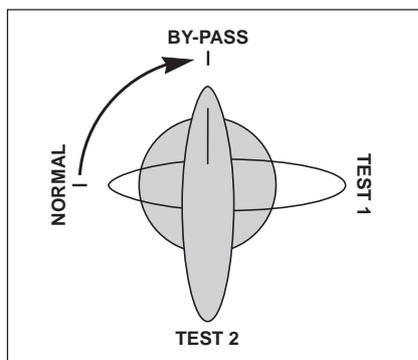

Fig. 24
- ouvrir l'interrupteur du réseau d'alimentation (1) ,
- ouvrir le disjoncteur batterie (4) ,
- tourner le commutateur de "by-pass manuel" (8) dans le sens indiqué sur la figure 24, de la position **"NORMAL"** à la position **"BY-PASS"**.